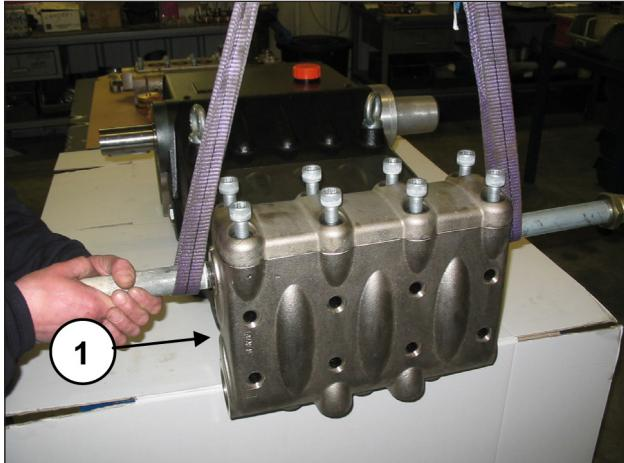

Рис. 134
Установите торец на картер насоса (поз. ①, Рис. 134), стараясь не задеть поршни, и завинтите 8 винтов M16x150 (поз. ①, Рис. 135).